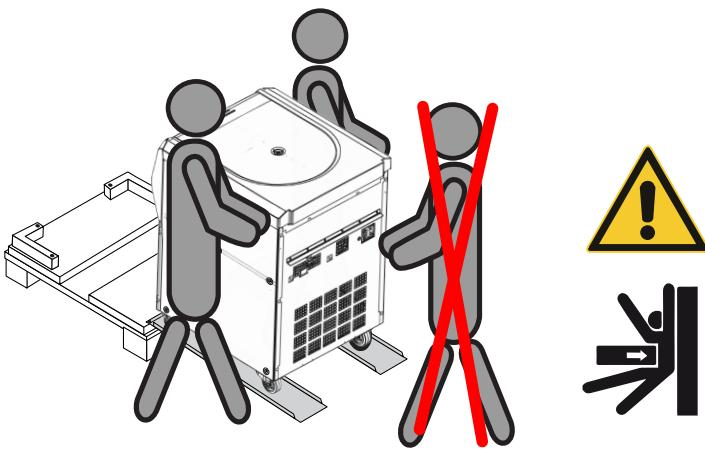

Abbildung 1-8: Zentrifuge von der Palette herunterrollen
15. Stellen Sie sich zu zweit links und rechts neben die Zentrifuge. Siehe Abbildung 1-8.